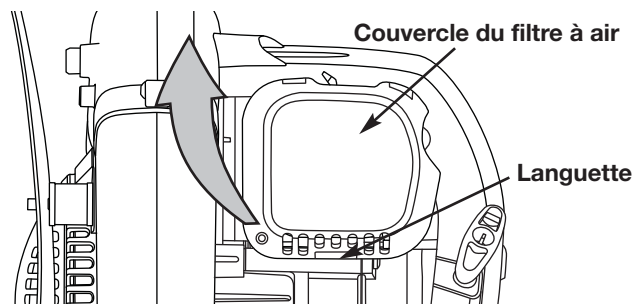

Fig. 23
1. Ouvrez le couvercle du filtre à air. Enfoncez la languette située à gauche du couvercle, tirez celui-ci vers vous pour le dégager du boîtier du filtre à air (Fig. 23).
7. Remplacez le couvercle du filtre à air. Placez les crochets à gauche du filtre à air dans les fentes situées à gauche du boîtier du filtre à air (Figs. 23 et 24).